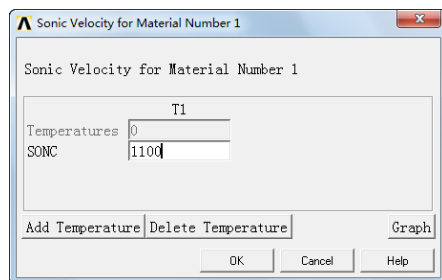

图 11-83 “Sonic Velocity for Material Number 1”对话框
③在“Material Model Available”选择列表中依次选择 Acoustics→Sonic Velocity，会弹出“Sonic Velocity for Material Number 1”对话框，如图 11-83 所示，在“SONC”输入框输入 1100，单击“OK”按钮关闭该对话框。
⑦在“Material Model Available”选择列表中依次选择 Acoustics→Sonic Velocity, 会弹出“Sonic Velocity for Material Number 2”对话框,如图 11-83 所示,在“SONC”输入框输入 1100,单击“OK”按钮关闭该对话框。
⑪在“Material Model Available”选择列表中依次选择 Acoustics→Sonic Velocity, 会弹出“Sonic Velocity for Material Number 3”对话框,如图 11-83 所示,在“SONC”输入框输入 1100,单击“OK”按钮关闭该对话框。